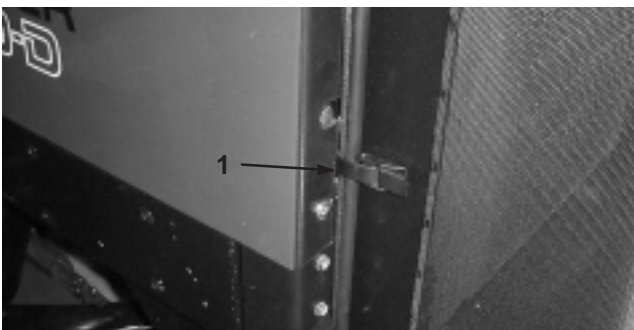

Bild 36
1. Entriegeln und schwenken Sie das hintere Drehgitter in die geöffnete Stellung (Bild 36). Entfernen Sie alle Schmutzrückstände aus dem Drehgitter.